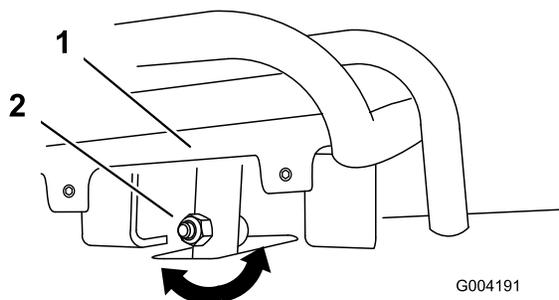
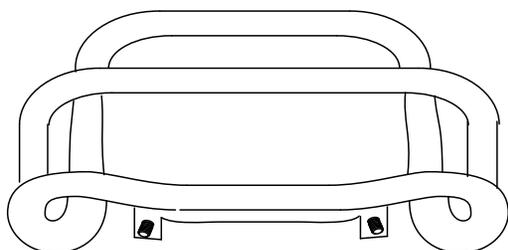

Рисунок 52
Рисунок 53
4. Если передняя часть органа управления тягой не встает параллельно контрольной штанге и вровень с ней, ослабьте гайку и болт в хвостовике органа управления тягой (Рисунок 52).
5. Отрегулируйте орган управления тягой таким образом, чтобы при перемещении прямо назад он находился на одном уровне с контрольной штангой (Рисунок 52 и Рисунок 53).
- Ослабьте гайку с фланцем и болт в хвостовике органа управления тягой (Рисунок 52).
- Отрегулируйте орган управления тягой таким образом, чтобы при перемещении прямо назад он находился на одном уровне с контрольной штангой (Рисунок 52 и Рисунок 53).